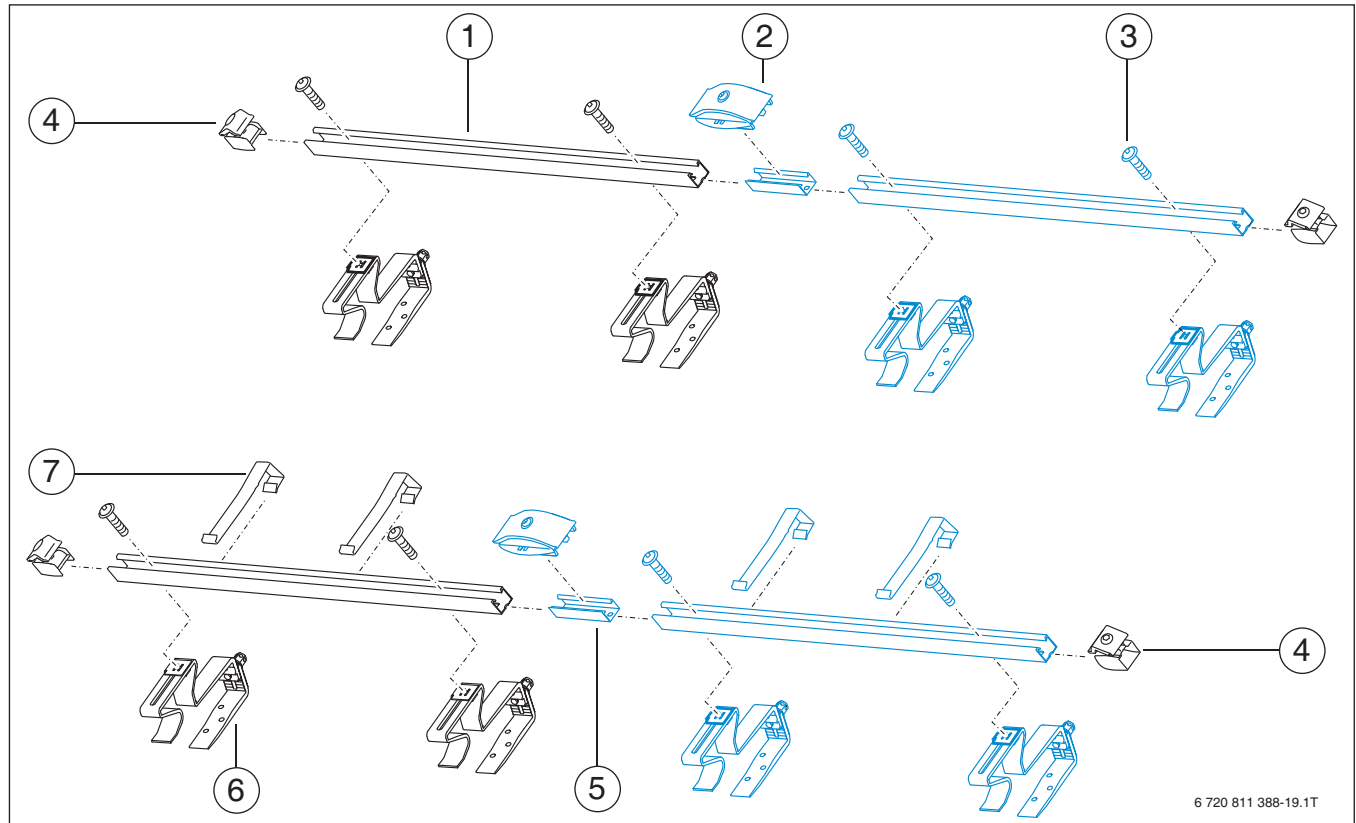
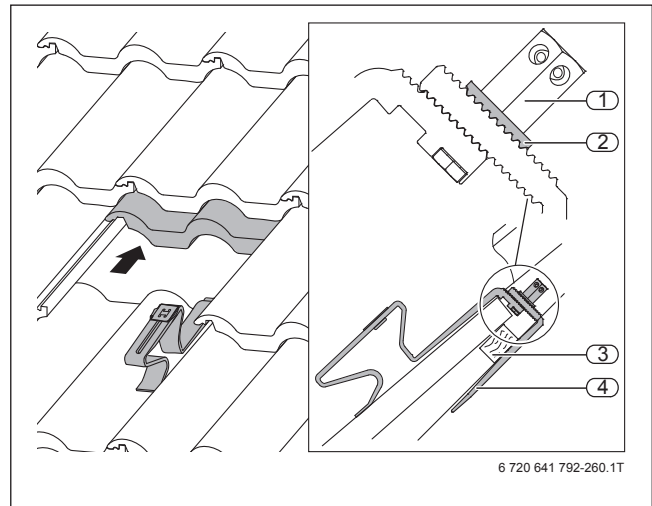
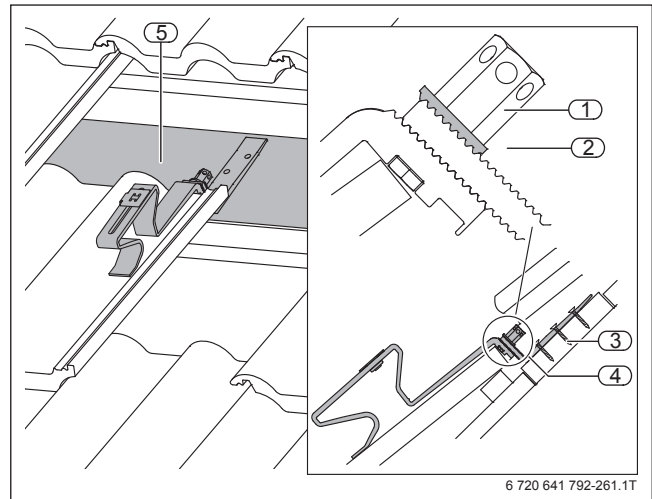

Bild 171 Aufdachmontage-Set für 2 Kollektoren auf Pfannen-/Ziegeldach: Grundbausatz und Erweiterungsbausatz (blau)
Bild 176 Eingehängter Dachhaken
Bild 177 Dachhaken auf Dachsparren verschraubt
Das Aufdachmontage-Set für Flachkollektoren Logasol SKN4.0 und SKT1.0 besteht aus einem Grundbausatz für den ersten Kollektor einer Kollektorreihe und einem Erweiterungsbausatz für jeden weiteren Kollektor in derselben Kollektorreihe (→ Bild 171, Seite 162).
Der Erweiterungsbausatz für Aufdachmontage ist nur in Verbindung mit einem Grundbausatz verwendbar. Der Erweiterungsbausatz enthält anstelle der einseitigen Kollektorspanner (→ Bild 171, [4]) sogenannte doppel-seitige Kollektorspanner (→ Bild 171, [2]) für die Festlegung des richtigen Abstands und die Fixierung von je 2 nebeneinanderliegenden Flachkollektoren Logasol SKN4.0 oder SKT1.0.
Schindel-Eindeckungen oder für Wellplatten- und Blechdächer unterscheiden sich durch die Ausführung der Dachhaken (→ Bild 172 ... Bild 175) und spezielle Befestigungsvarianten (→ Bild 176 ... Bild 183).
Bild 171 zeigt exemplarisch die Aufdachmontage-Sets für 2 Flachkollektoren für Pfannen- und Ziegel-Eindeckung. Die Dachhaken (→ Bild 172 und 171, [6]) sind über die vorhandenen Dachlatten eingehängt (→ Bild 176) und mit den Profilschienen verschraubt. Alternativ zum Einhängen kann der Dachhaken auch auf einen Dachsparren oder eine Hartlage geschraubt werden (→ Bild 177). Hierzu wird das Unterteil des Dachhakens gedreht. Wenn eine zusätzliche Höheneinstellung erforderlich ist, kann der Dachhaken am Unterteil unterfüttert werden.
Bei der Planung einer Aufdachmontage auf einer Pfannen- und Ziegel-Eindeckung ist zu prüfen, ob die Maße nach Bild 171, Detail A, einzuhalten sind.
- ▶ Waagerechte Profilschienen wie bei der Pfannen- oder Ziegel-Eindeckung mit dem Dachhaken verschrauben (→ Bild 171).
- ▶ Waagerechte Profilschienen wie bei der Pfannen- oder Ziegel-Eindeckung mit den Sonderdachhaken verschrauben (→ Bild 171, Seite 162).